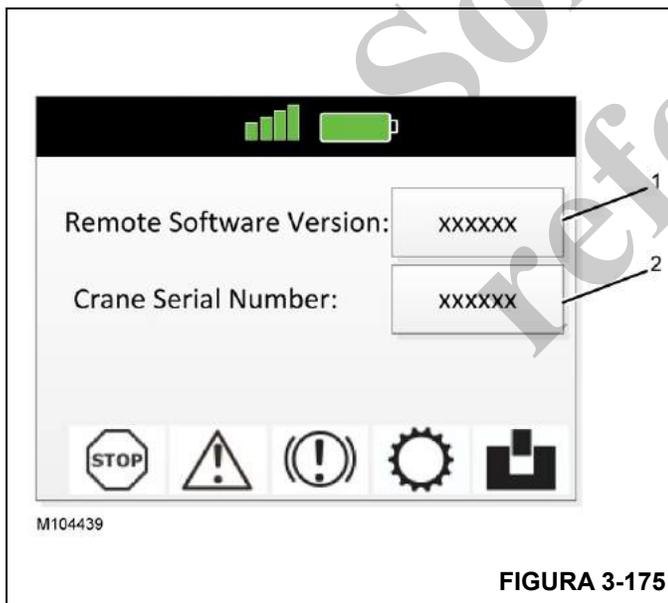

FIGURA 3-175
1. Pulse el botón de opción **OPT** en el control remoto (consulte Figura 3-174) tantas veces como sea necesario para obtener acceso a la vista del accionador de almacenamiento de la extensión de pluma trasera (2). Consulte (Figura 3-175).
Para obtener acceso a la vista de información, pulse el botón de información **INFO** en el control remoto. Consulte (Figura 3-175).